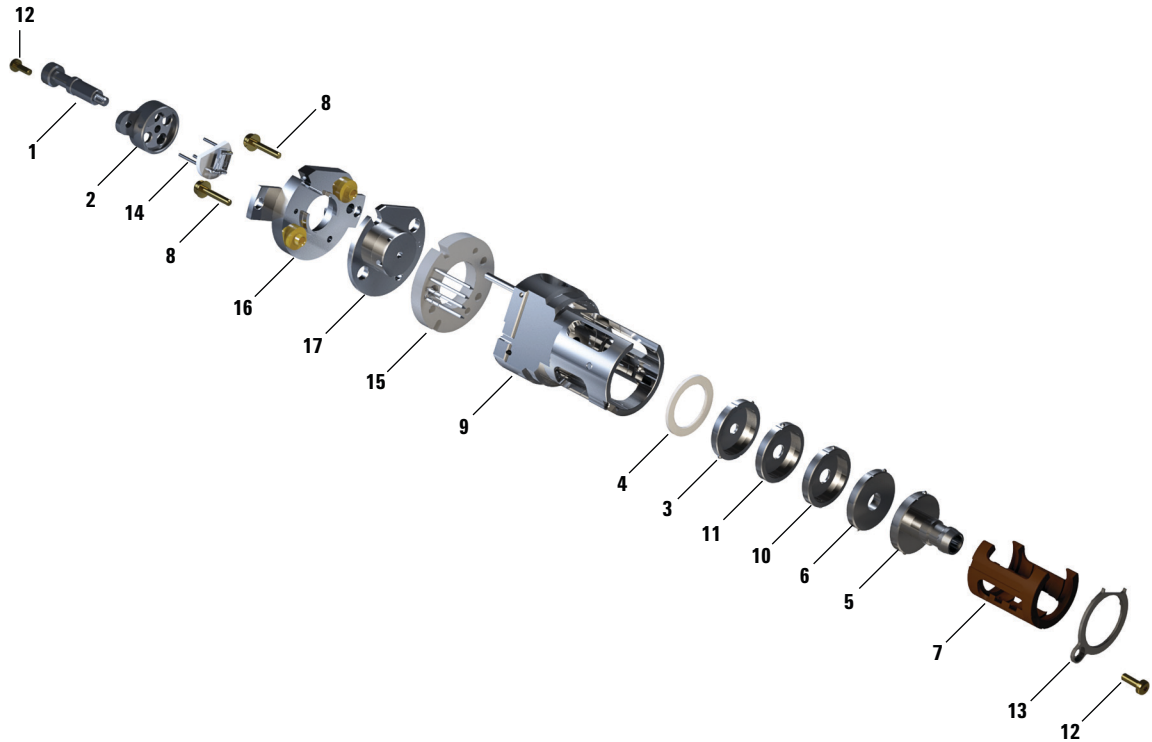

Abbildung 61. Montieren der EI-HES
Schlagen Sie unter der Explosionsansicht der Teile **Abbildung 61** und in der EI-HES-Teilleiste **Tabelle 19** auf Seite 206 nach, während Sie dieses Verfahren verwenden.
- 3 Führen Sie den Linsenblock, umhüllt vom Isolator, in das Ionenquellengehäuse ein. (Siehe **Abbildung 61** auf Seite 205.) Die eingravierten Nummern befinden sich gegenüber der vollständigen Öffnung, die sich bis zum Ende des Ionenquellengehäuses ausdehnt. Stellen Sie sicher, dass die Keramik bündig am Ende des Ionenquellengehäuses anliegt.
**Tabelle 19 Teileliste für die EI-HES (Abbildung 61)**